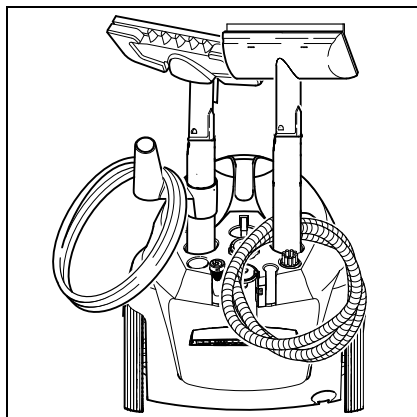

Fig. 3
- Introduceți țevile de prelungire în suportul mare pentru accesorii (vezi fig. 3).